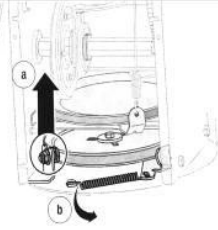

Fig.13
b. Desfaceți suportul de arc de pe carcasă. Vezi Fig. 13.